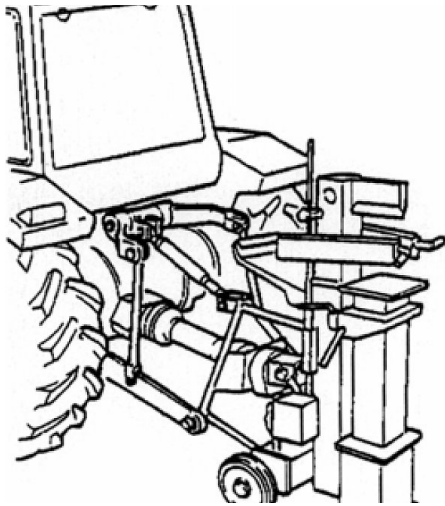

Abb. 35: Zapfwellenantrieb mit Traktor
Schritt 3: Spaltgut vertikal auf den Auflagetisch stellen, so dass es flach aufliegt. Drücken Sie den linken Hebel, um die verlängerte Holzklammklaue (Abb. 35) gegen den Baumstamm abzusenken, um ihn zu sichern. Spaltkeil und Auflagetisch müssen die Enden des Spaltguts vollflächig berühren. Niemals Holz in einem Winkel spalten!